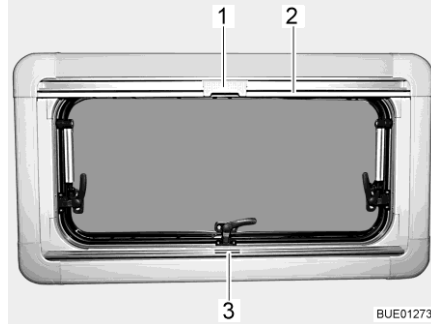
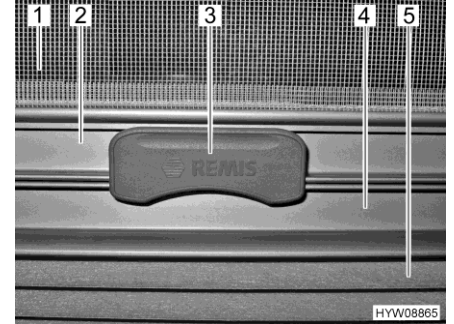

Bild 16 Ausstellfenster
Bild 17 Raste
Die faltverdunklung (Bild 17,5) befindet sich im unteren Rollokasten.
- faltverdunklung in der Mitte der Griffleiste (Bild 16,3 und Bild 17,4) fassen, von unten nach oben ziehen und auf der gewünschten Höhe loslassen. Die faltverdunklung bleibt in dieser Höhe stehen.
Das Insektenschutzrollo (Bild 17,1) befindet sich im oberen Rollokasten.
- Insektenschutzrollo an der Griffleiste (Bild 16,2 und Bild 17,2) nach unten ziehen, bis es an der Griffleiste der faltverdunklung (Bild 17,4) anstößt.
- Raste (Bild 16,1 und Bild 17,3) am Insektenschutzrollo mit der Griffleiste der faltverdunklung verriegeln. Wenn die Raste verriegelt ist, können faltverdunklung und Insektenschutzrollo gemeinsam verstellt werden.
- Raste (Bild 17,3) am Insektenschutzrollo oben drücken.
- Insektenschutzrollo an der Griffleiste (Bild 16,2) langsam zurückführen.